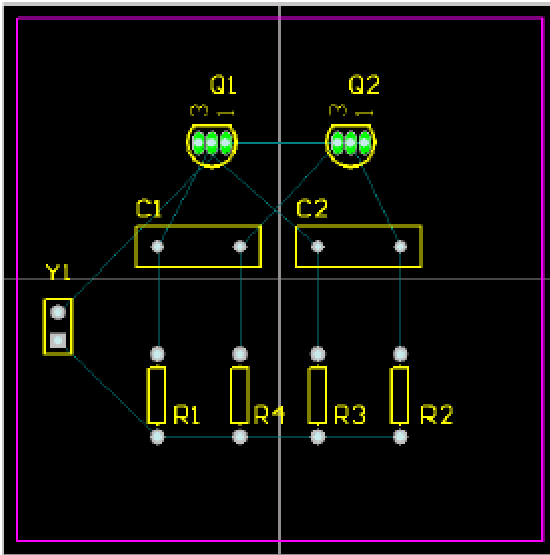

Figure 5. Components placed on the PCB
6、参照 Figure 5 所示放置其余的元件。当你拖动元件时，如有必要，使用 **SPACEBAR** 键来放置元件，这样飞线就如 Figure 5 所示。